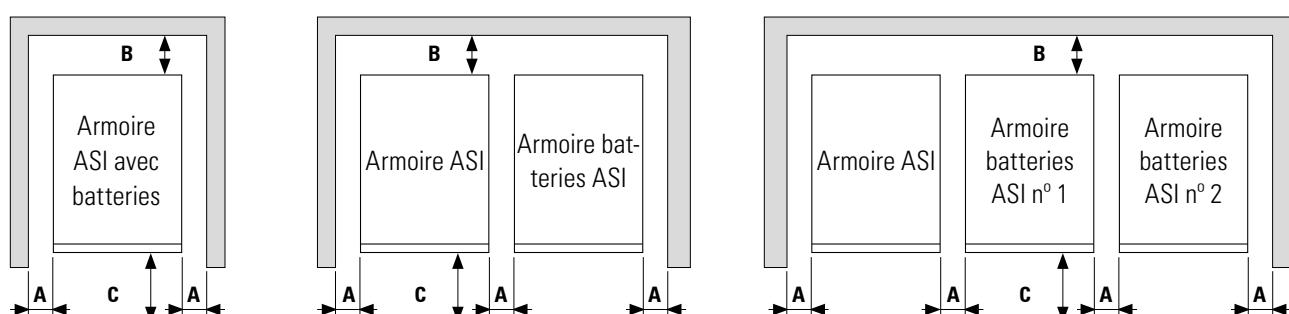

Fig. 36. Cotes minimales périphériques pour la ventilation de l'onduleur.
- La *Fig. 36* présente, à titre d'exemple, les configurations comprenant une seule armoire ASI : un onduleur avec les batteries à l'intérieur, un onduleur avec une armoire de batteries externes et un onduleur avec une autonomie étendue avec deux armoires de batteries externes.